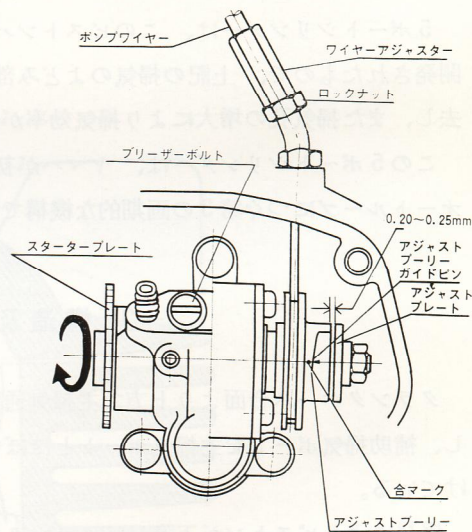

図2-3-4
③ キャブレターのワイヤー調整後ポンプのセッティングを行う。
- a. アクセルグリップを徐々に開いて行き、スロットルワイヤーA部の遊びが0になった時(遊びが0になった時はグリップが多少重く感じます)ポンプのアジャストプリー合マークとアジャストプリーガイドピンが一致する様にポンプワイヤーを調整する。(図2-3-4)